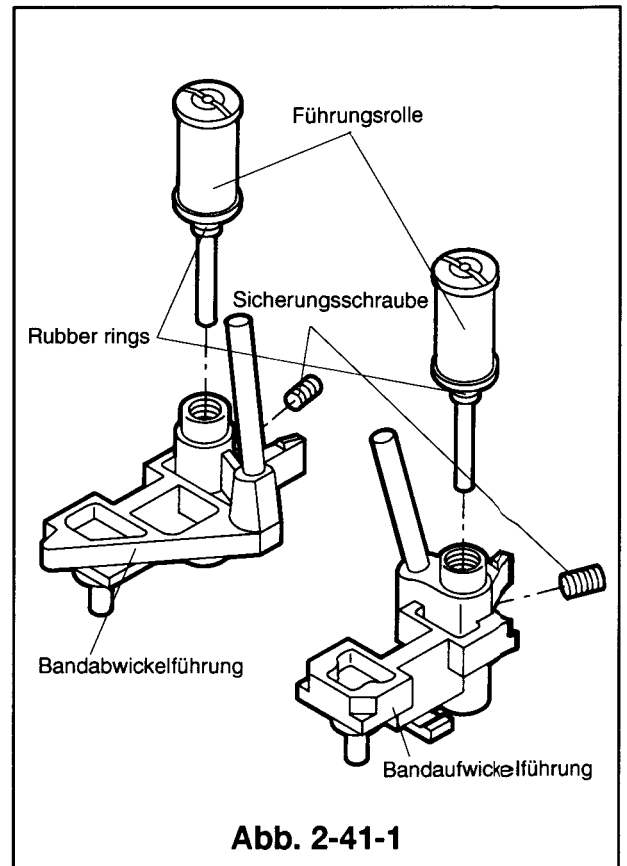

Abb. 2-41-1
- ① Die Sicherungsschrauben mit einem Hexagonal-schlüssel lockern, so daß sich die Führungsrollen frei drehen lassen.
- ② Die Höheneinstellschrauben am oberen Ende der Führungsrolle gegen den Uhrzeigersinn mit einem Höheneinstell-Schraubenzieher drehen, um sie zu lösen. Die Führungsrolle aus der Bandführung herauszunehmen (siehe Abb.2-41-1).